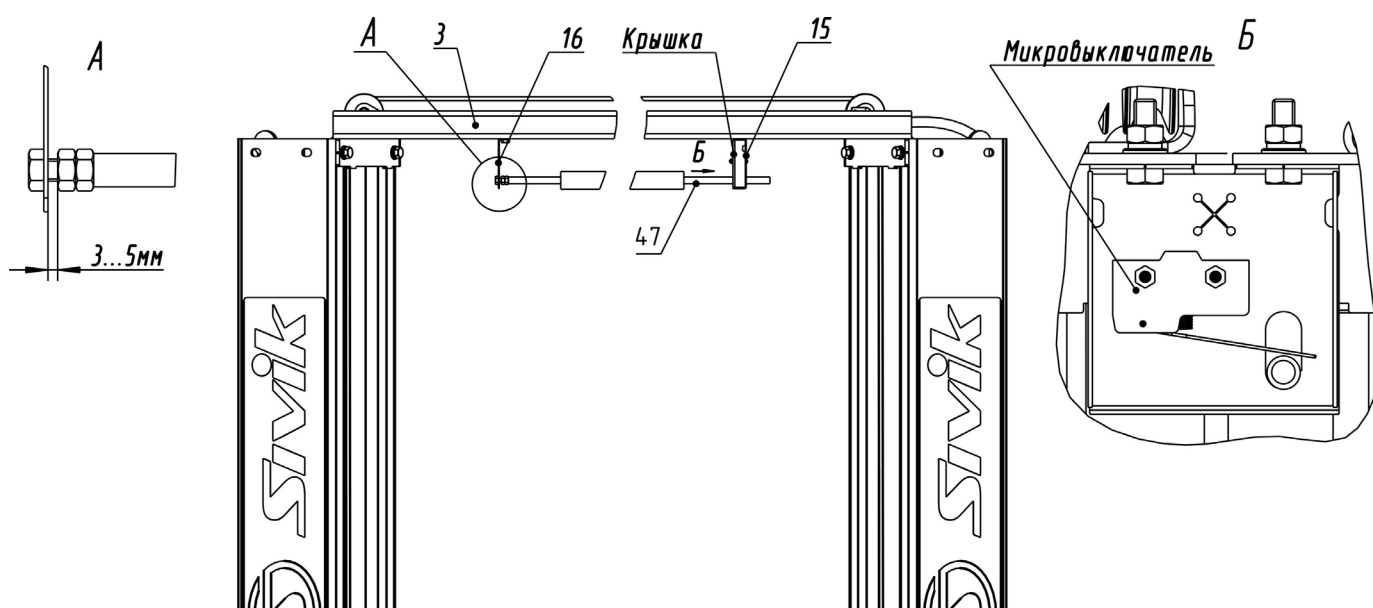

Рисунок 6.7 – Системы автоматического отключения привода насосной станции при касании автомобиля ограничительной дуги
6.12.2 Установить на перекладину 3 кронштейны 15 и 16 с помощью болтов М8х25, шайб d8, шайб d8 пружинных и гаек М8. Для установки кронштейна 15 временно снять крышку (рисунок 6.7). Ограничительную трубку 47 продеть через кронштейн 15 (при этом флажок микровыключателя должен быть над ограничительной трубкой) (рисунок 6.7 вид Б). Другой конец
ограничительной трубки закрепить с помощью болта М8х25 и контргайки М8, выдержав зазор 3...5мм между контргайкой и кронштейном 16 (рисунок 6.7 вид А). Короткий кабель, выходящий из кронштейна 15 соединить с длинным кабелем, идущим в пульт управления. Кабель с помощью пластиковых хомутов закрепить к рукаву так, чтобы кабель не касался системы тросов.